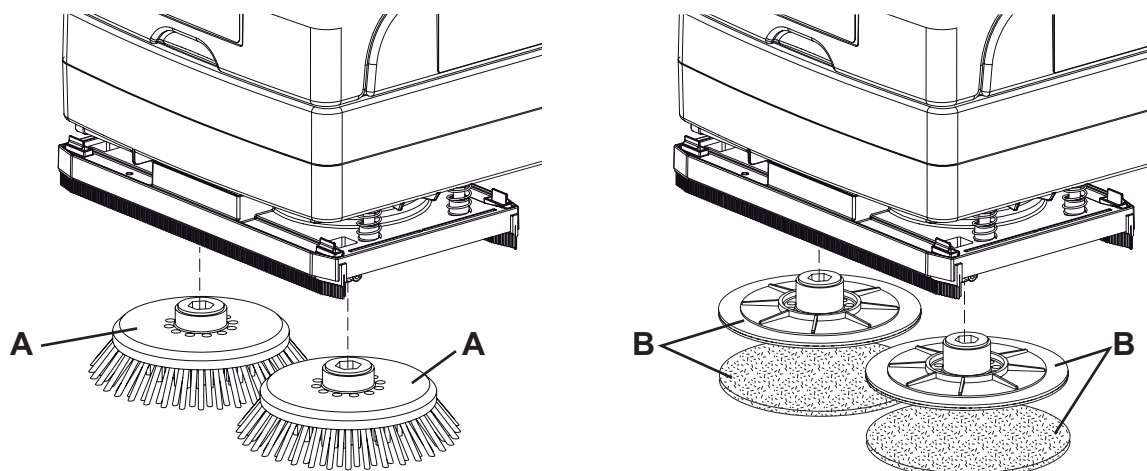

Figure 1
La machine est livrée avec une paire de brosses mises en place (A, Fig. 1). En fonction du sol à traiter, il est possible de remplacer les brosses (A) par le plateau support disque avec disque (B).
1. Soulever la machine en faisant levier sur le guidon (2).
2. Introduire les brosses (A, Fig. 1), ou les plateaux support disque avec disque (B) dans les 2 moyeux de la tête (9).
3. Abaisser la machine en utilisant le guidon (2).